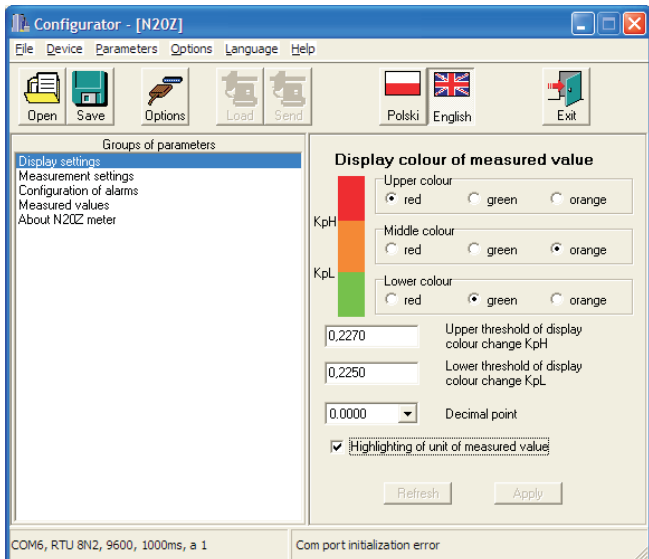

Abb. 7. Fenster der Displayeinstellungen.
- a) Anzeigefarbe des Messwertes. Der Anzeigebereich ist in drei Zonen unterteilt, die durch die Werte KpL und KpH (unterer Grenzwert KpL und oberer Grenzwert KpH - Abb. 7) unterteilt werden. Für jede Zone die Farbe der angezeigten Messwerte wird aus den drei verfügbaren Farben Grün, Orange und Rot gewählt. Die Werte KpL und KpH werden vom Benutzer eingestellt und betreffen die angezeigten Werte. Die Werkeinstellung des Wertes KpL entspricht 100% des Nennwertes und KpH entspricht 110% des Nennwertes, z.B.: für Anzeigegerät in Ausführung 400 V entsprechend: für KpL - 400 V und für KpH - 440V.